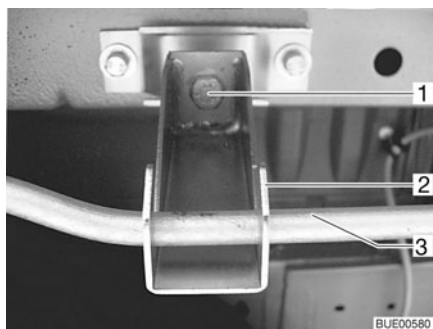

Fig. 263 Soporte para la rueda de repuesto debajo del vehículo
- Aflojar las tuercas (Fig. 263,1) de los ganchos izquierdo y derecho (Fig. 263,2) del soporte de la rueda de repuesto con la llave de carraca y la extensión.
- Empujar ligeramente hacia arriba el estribo (Fig. 263,3), presionar el gancho hacia atrás o hacia adelante y desenganchar el estribo.